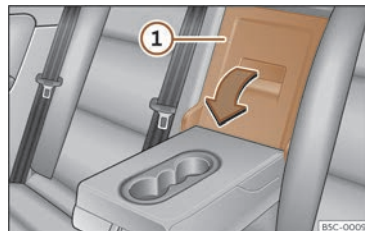

Fig. 200 Pe spătarul banchetei: deschiderea platformei.
- Trageți maneta de eliberare în direcția săgeții și împingeți capacul platformei >>> **fig. 200** ① în jos și în față.